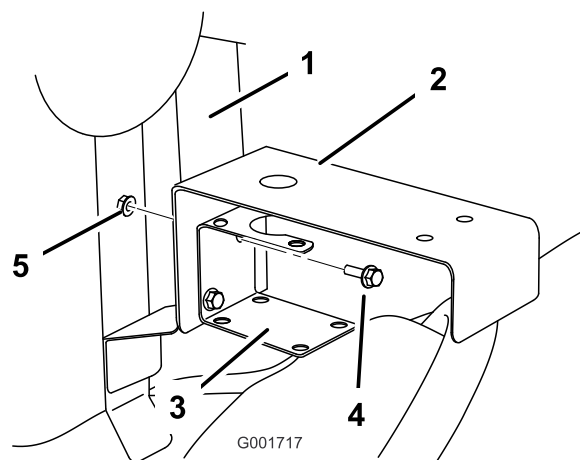

Figure 9
5. Fixez le support du distributeur de commande entre le support du raccord en T d'alimentation et le cadre de montage (Figure 9) au moyen des fixations retirées précédemment.